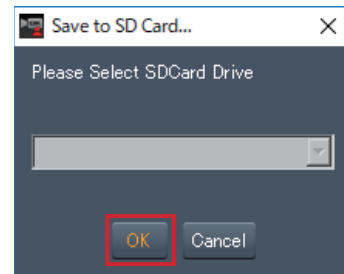

図 2
- 4 保存する USB メモリを選択し [OK] をクリックする。(図 2)